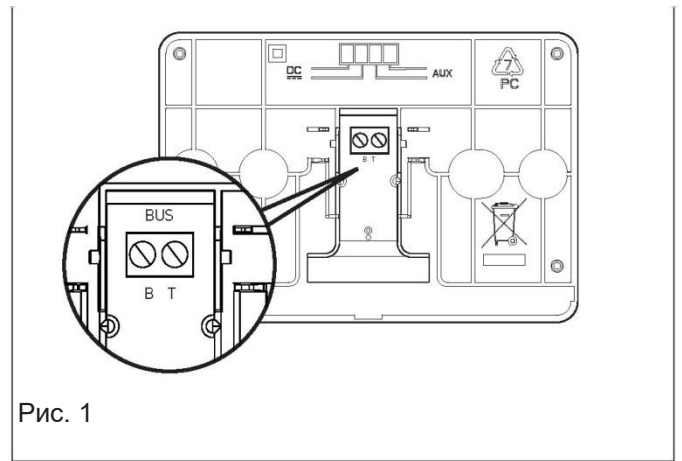

Рис. 1
- під'єднайте пару проводів до роз'єму (рис. 1);